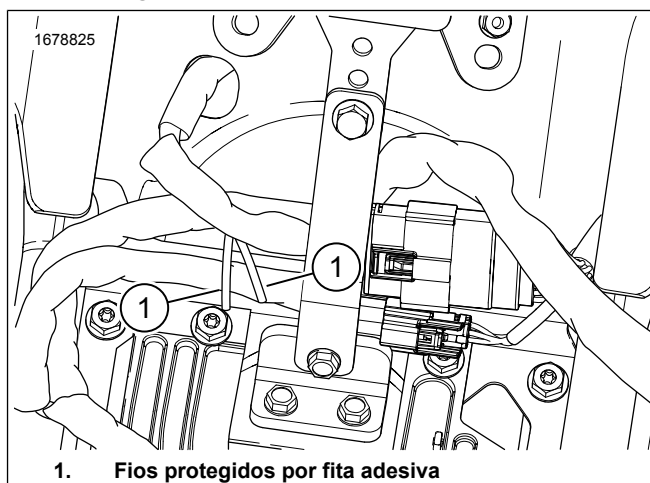

Figura 4. Fios da caixa da bateria
1. Veja a figura 4. Localize os fios branco/rosa e branco/marrom protegidos por fita adesiva na área da caixa da bateria. Remova a fita adesiva dos fios.